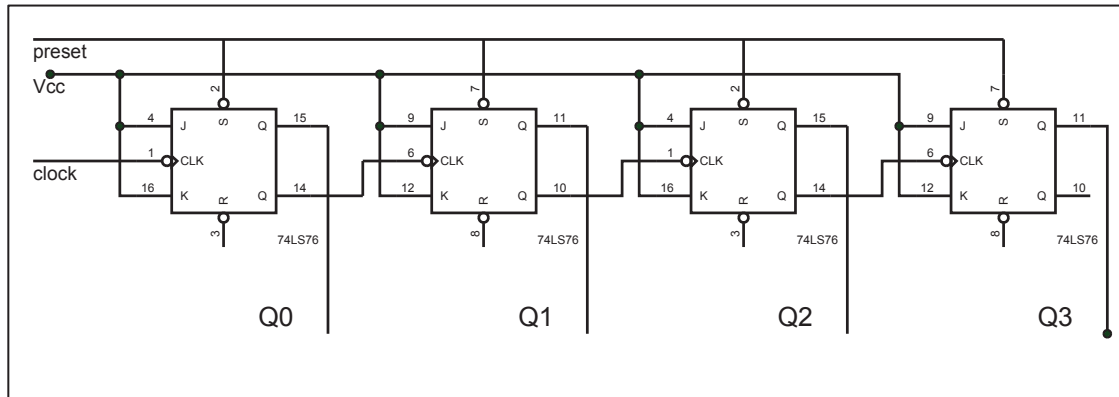

Figura 9: Contador asíncrono.
2) Analiza el circuito de la figura 9, observa y comenta las diferencias con un contador síncrono de módulo 16.